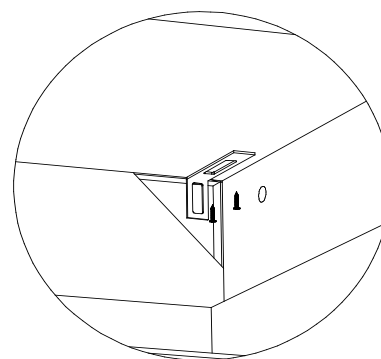

Рис.8 Схема установки уголка Овербаланс
14. Во избежание опрокидывания комода, рекомендуется крепить его к стене. Шурупами 3,5x16 закрепить уголок Овербаланс к стенке горизонтальной поз.1ф изнутри (рис.8.) Крепеж к стене не прилагается.